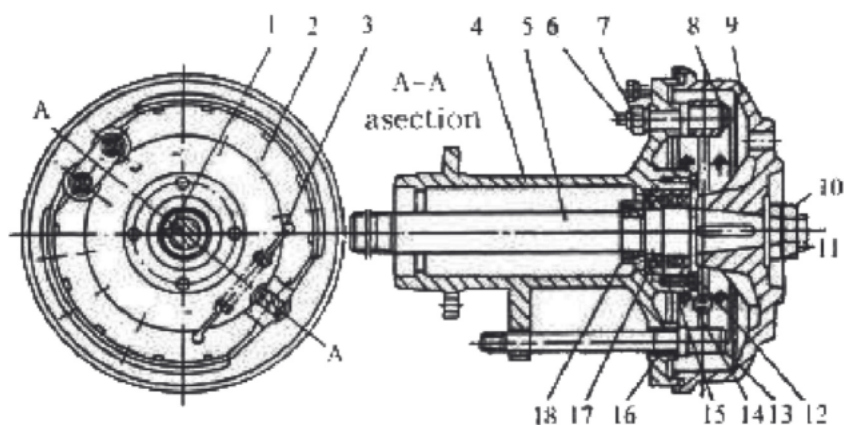

Рис. 3.15. Полуось и тормозная система.
Полуось и тормоза (рис. 3.15.) состоит из тормозных колодок, полуоси, корпуса полуоси, вал экс-центрика, масляный сальник, подшипников и т.д. Для тракторов серии КЕНТАВР существуют нормальная ширина колеи, средняя и широкая. Имеется три типа корпуса полуоси 4 и полуоси 5 для полуоси и тормозов. Следует обращать на это внимание при замене корпуса полуоси и полуоси. Покупайте и заменяйте детали в соответствии с моделью деталей в каталоге.
2. Отрегулируйте положение вала эксцентрика (рис. 3.15.), чтобы изменить трение фрикционных дисков тормозных колодок и ступицы тормоза, а также сделать износ фрикционных дисков равномерным. При регулировке, приподнимите домкратом заднюю ведущую ось, ослабьте гайку 7 (рис. 3.15.), поверните вал эксцентрика гаечным ключом и одновременно поворачивайте колесо. Когда почувствуете сопротивление, тормозная колодка соприкасается со ступицей тормоза, а затем поверните вал эксцентрика в противоположное положение. Продолжайте, пока не прекратится сопротивление при поворачивании колеса. После этого затяните гайки во избежание несанкционированного поворачивания.